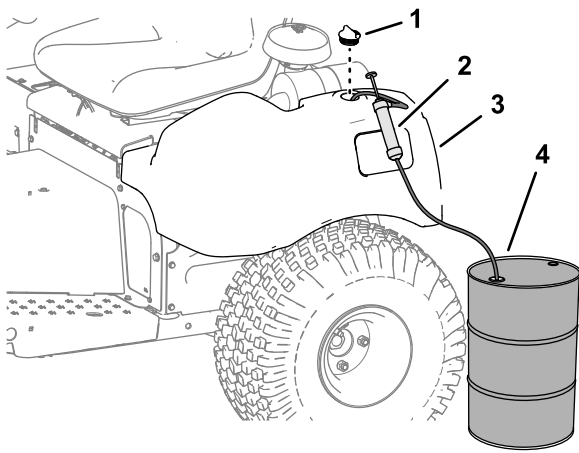

図 47
1. 油圧オイルタンクからキャップを取る 図 47。
2. 油圧オイルタンクからポンプでオイルをくみ出す 図 47。